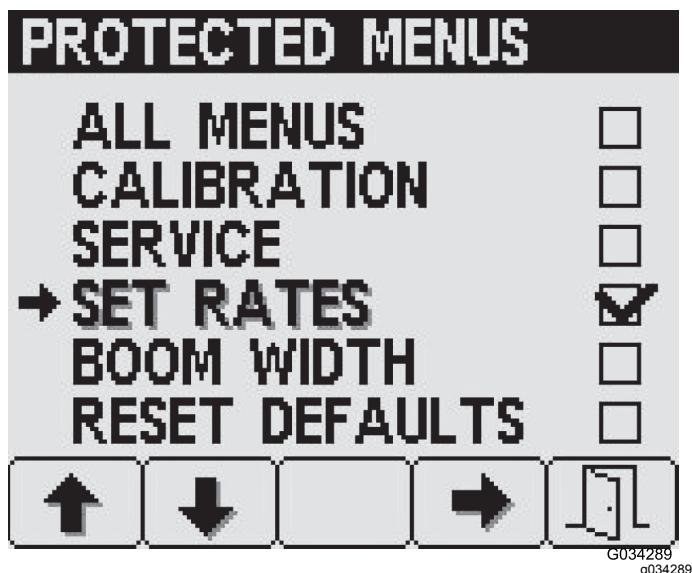

Figure 23
3. Appuyez sur le bouton 4 pour sélectionner et désélectionner chaque option de menu protégé (Figure 23).